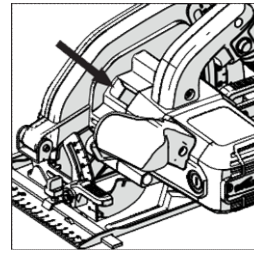

Рис. 3
- Найдите кнопку блокировки шпинделя (она располагается на всех устройствах одинаково). Зафиксируйте шпиндель устройства нажатием блокировочной кнопки. **(Рис. 3)**